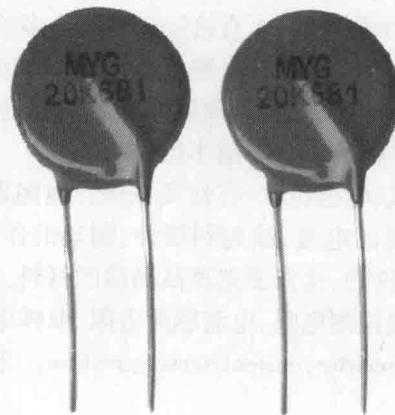

图 1-14 保护电阻
(3) 分流电阻是一种电流表电阻,使用非常低的高精密电阻测量电路中的通过电流。它是与某一电路并联导体的电阻。在总电流不变的情况下,在某一电路上并联一个分路将能起到分流作用,部分电流由分路通过,使通过该部分电路的电流变小。分流电阻的阻值越小,分流作用越明显。在电流计线圈两端并联一个低阻值的分流电阻,就能使电流计的量程扩大,改装成安培表,可测量较大的电流。阻值的选择直接影响分流电流比例。
(4) 保护电阻是为保护高压试验设备和试品而采用的电阻器(图 1-14)。